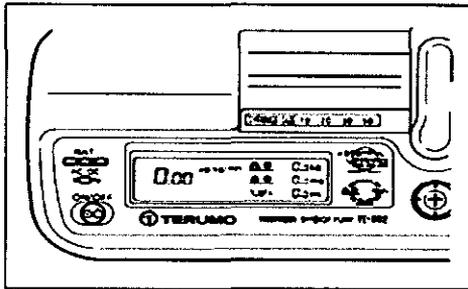

Fig. 36
- 2) Verifique que la tasa de dosis ($\mu\text{g}/\text{kg}/\text{min}$) en la pantalla titile. (Fig. 36) Ingrese la tasa de dosis deseada utilizando el dial.